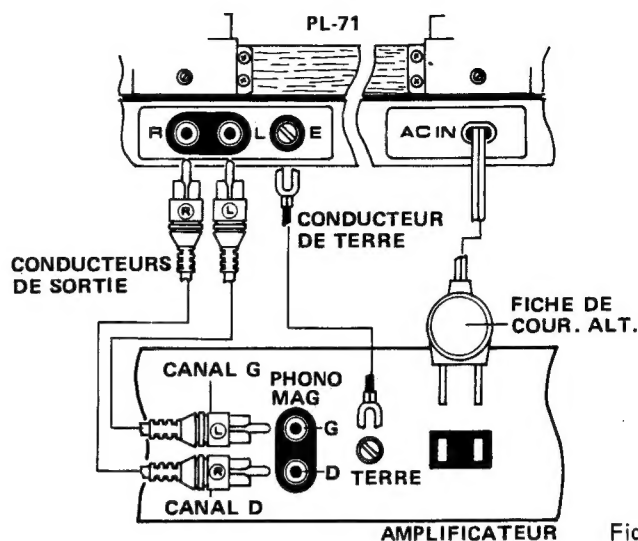

Fig. 18
1. Les cordons de connexion du PL-71 sont marqués L (gauche) et R (droit); les raccorder au bornes PHONO MAG droite et gauche de l'amplificateur stéréo (Fig. 18).